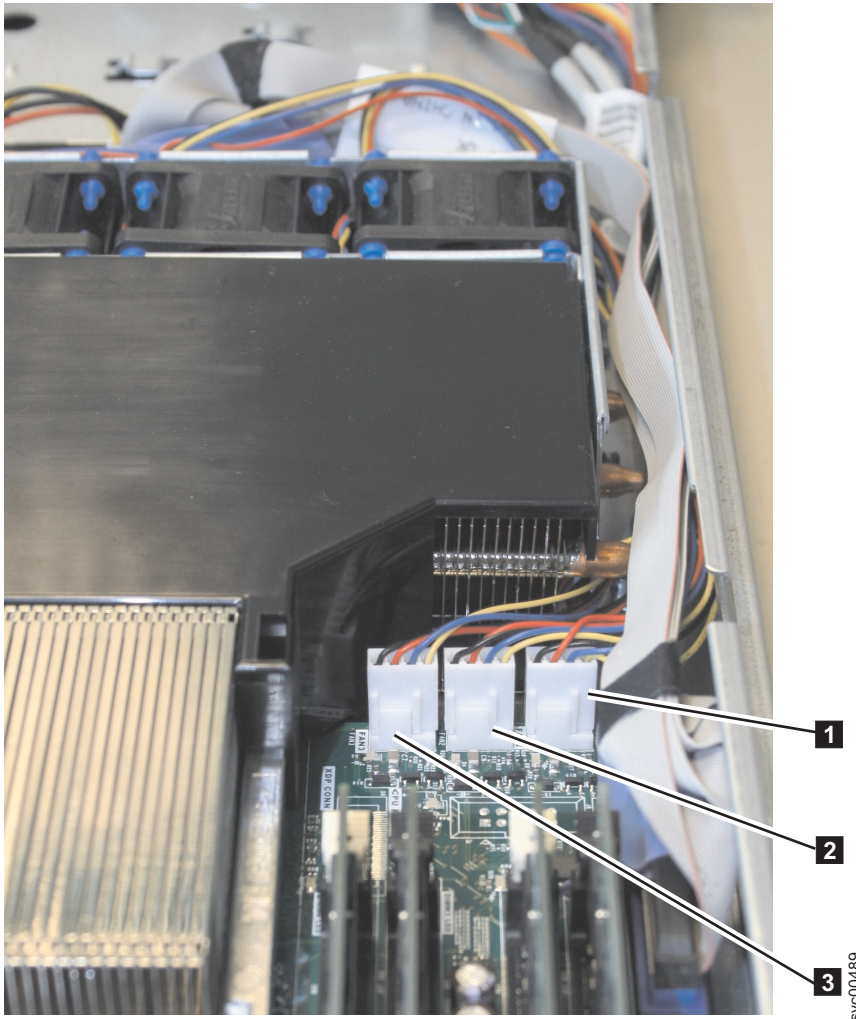

図 277. SAN ボリューム・コントローラー 2145-8A4 熱交換ファンのコネクタ
12. システム・ボードの前端に沿って 5 個のファン・コネクターを取り外します。326 ページの図 277 は、ファン・コネクターのうち 3 個を示しています。